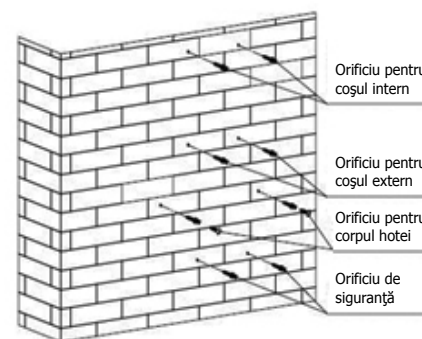

Figura 2
2. Folosind un vârf de găurit cu diametrul de 8 mm, faceți 8 găuri în perete în poziția rezervată instalării coșului și a corpului hotei. Consultați Figura 2.
3. Introduceți dibluri în găurile executate pentru corpul hotei, strângeți 2 șuruburi de suport ST4\*40 mm până la jumătate, până ies din perete 2 mm. Consultați Figura 2.